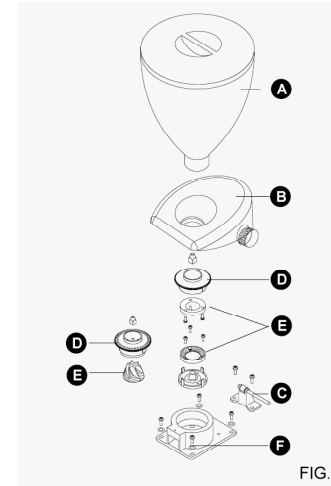

FIG.7
5. Entretien groupe mouture (fig.7)